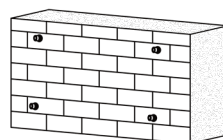

Fig. 2.3
3. Percer les trous de montage à l'aide d'une perceuse électrique et insérer les chevilles d'expansion en caoutchouc dans le mur (Fig. 2.3).